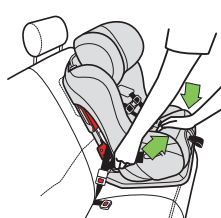

Figure 96
- Appuyez au centre du siège d'auto pour faire baisser le coussin du véhicule et tirez sur l'extrémité de la ceinture sous-abdominale seulement ou de la partie baudrier de la ceinture baudrier/sous-abdominale pour serrer, tel qu'indiqué dans les **Figures 96** (ceinture sous-abdominale uniquement) et **97** (ceinture baudrier/sous-abdominale).